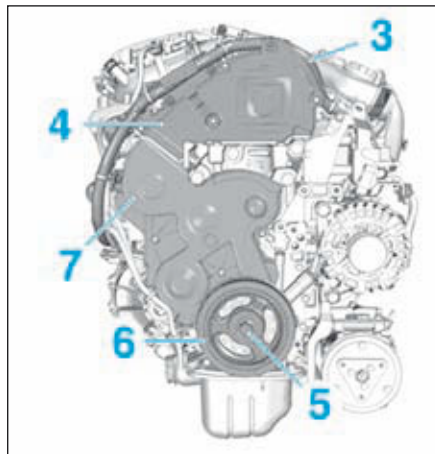

FIG.3
- Dégrafer et écarter le faisceau électrique (3) (Fig.3).
- le carter de distribution supérieur (4),
- la vis (5),
- Déposer la vis (5) de poulie de vilebrequin (Fig.3).
- le carter inférieur de distribution (7) en manoeuvrant le dispositif de tension de courroie d'accessoires afin de faciliter sa repose,
- la poulie de vilebrequin (6),
- une vis (5) de poulie de vilebrequin neuve,
- le carter supérieur de distribution (4).